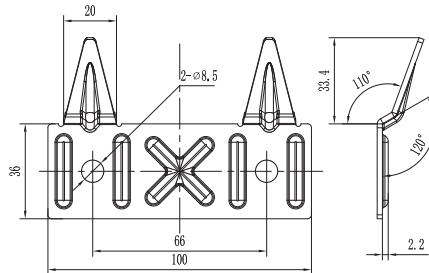

Fig. 3
2. După alegerea locației de montare, faceți două găuri în peretele la adâncimea necesară și introduceți suruburile, roțiți cărligul în sus, strângeți bine piulițele, apoi instalați încălzitorul de apă pe acesta (vezi fig. 3).